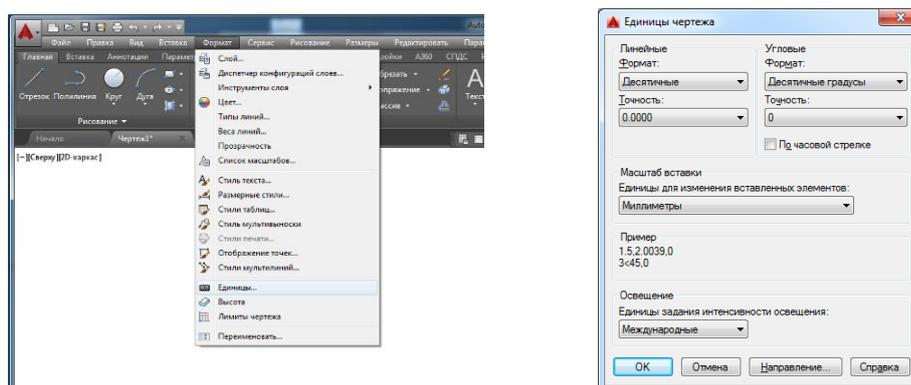

Рис. 1
2. Вызовите из меню пункт *Формат* ⇒ *Единицы*.... Откроется диалоговое окно "Единицы чертежа" (рис. 1). Выберите единицы измерения – "Десятичные", "Точность" – 2 знака после запятой (обычно этого достаточно).